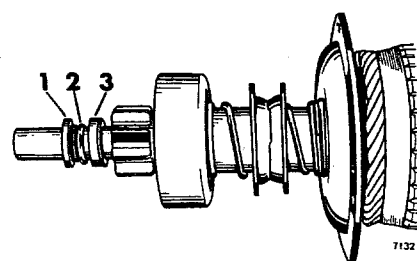

Fig 06-30. Rotorns drevände
7. Ta bort anslagsringarna från rotoraxeln. De tunna brickorna (axialjusteringsbrickor) samt ringen 1 fig 06-30 dras av direkt. Den inre ringen 3 slås först in 5-8 mm på axeln varefter låsringen 2 kan tas bort och inre ringen dras av axeln.